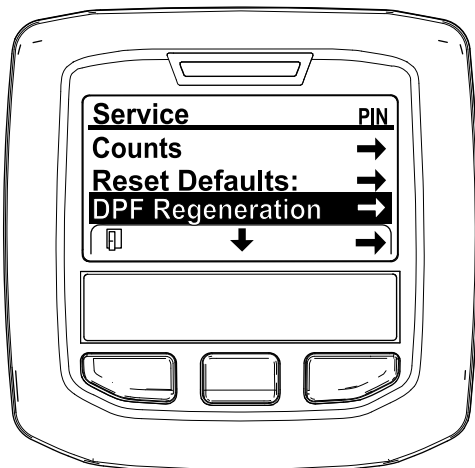

Рисунок 45
3. В SERVICE MENU (МЕНЮ ТЕХОБСЛУЖИВАНИЯ) нажмите и удерживайте в нажатом положении среднюю кнопку, пока не появится опция DPF REGENERATION (РЕГЕНЕРАЦИЯ DPF), затем нажмите правую кнопку, чтобы выбрать опцию DPF REGENERATION (РЕГЕНЕРАЦИЯ DPF) (Рисунок 45).